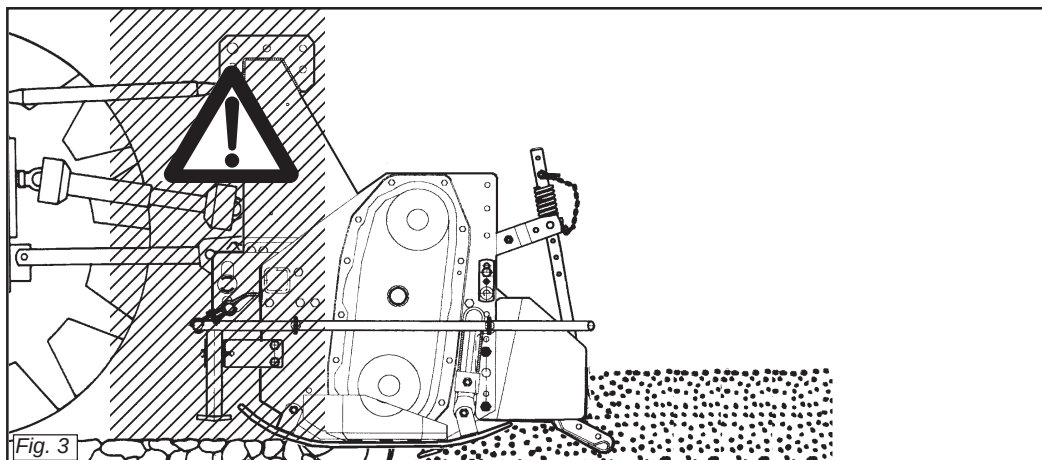

Fig. 3
- 25) È assolutamente vietato interporci tra il trattore e la macchina (Fig. 3) con motore acceso e cardano inserito nonché senza aver azionato il freno di stazionamento ed aver inserito, sotto le ruote, un ceppo o un sasso di bloccaggio. Mantenersi ad una distanza di sicurezza dalla macchina in lavoro, per possibili lanci di corpi contundenti.
- 25) It is absolutely forbidden to stand between the tractor and the machine (Fig. 3) when the engine is running and the cardan shaft is engaged without having first engaged the hand brake and placed a block or stone under the wheels to prevent them from moving.
- 25) Es ist absolut verboten, bei laufendem Motor und eingeschalteter Gelenkwelle zwischen den Schlepper und das Gerät zu treten (Abb. 3). Dazu muß die Feststellbremse gezogen werden und unter die Räder ein Bremskeil oder ein großer Stein gelegt worden sein.
- 25) Il est absolument interdit de se mettre entre le tracteur et l'appareil (Fig. 3) quand le moteur est en marche et le cardan enclenché, sans avoir tiré le frein de stationnement et bloqué les roues avec une cale ou un caillou. Se tenir à une distance de sécurité du machine en fonctionnement, à cause du lancement possible d'objets contondants.
- 25) Está terminantemente prohibido colocarse entre el tractor y el equipo (Fig. 3) con motor encendido y cardán inserido, o sin haber accionado el freno de estacionamiento y de colocar, debajo de las ruedas, una piedra u otro elemento de bloqueo. Manténgase a una distancia de seguridad de la máquina durante el trabajo, porque puede proyectar objetos.
- 29) È assolutamente vietato interporre fra il trattore e l'attacco della macchina per manovrare il comando dall'esterno per il sollevamento (Fig. 3).
- 29) It is absolutely forbidden to stand between the tractor and the implement when manoeuvring the lift control from the outside (Fig. 3).
- 29) Es ist absolut verboten, zwischen den Schlepper und den Anschluß zu treten, um die Aushebung von außen zu betätigen (Abb. 3).
- 29) Il est absolument interdit de se mettre entre le tracteur et l'attelage pour manoeuvrer la commande de relevage de l'extérieur (Fig. 3).
- 29) Está absolutamente prohibido colocarse entre el tractor y el enganche para maniobrar el mando desde el externo en la fase de elevación (Fig. 3).